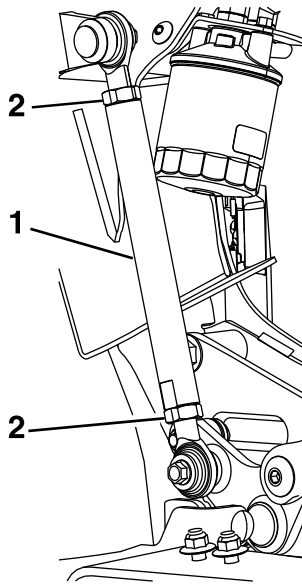

Figura 34
15. Afloje las dos contratuercas de la varilla de elevación y gire la varilla para elevar o bajar la carcasa. Apriete las contratuercas cuando obtenga la posición deseada (Figura 34).